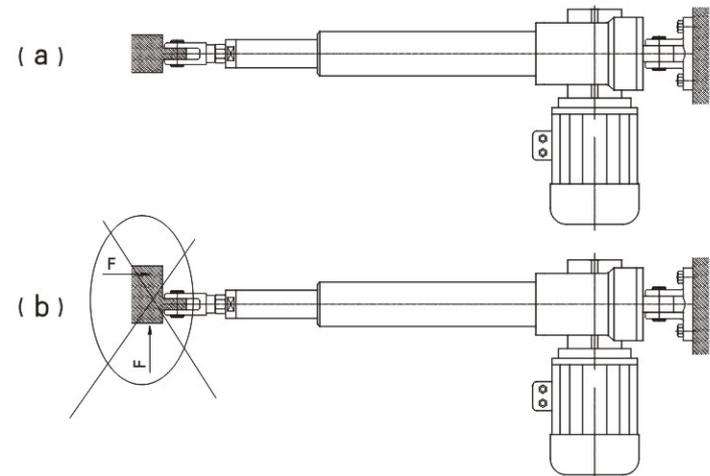

图1.2 推杆负载：a) 正确，b) 不正确
1.1.3 在设备上安装好推杆，确保推杆只承受轴向载荷（参见图1.2）。